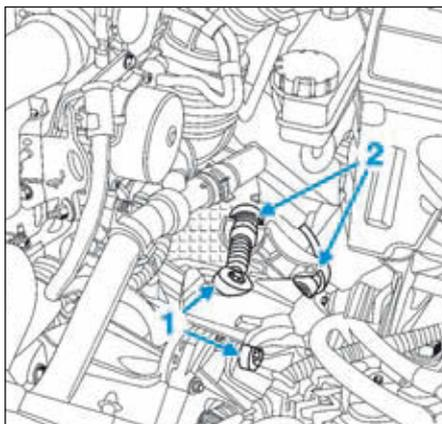

FIG.12
- Dégrafer les câbles de commande situés sur la boîte de vitesses en agissant sur les rotules (1) à l'aide d'un clé plate (Fig.12).
- Tirer les câbles de commande de leur arrêt de gaine (2).